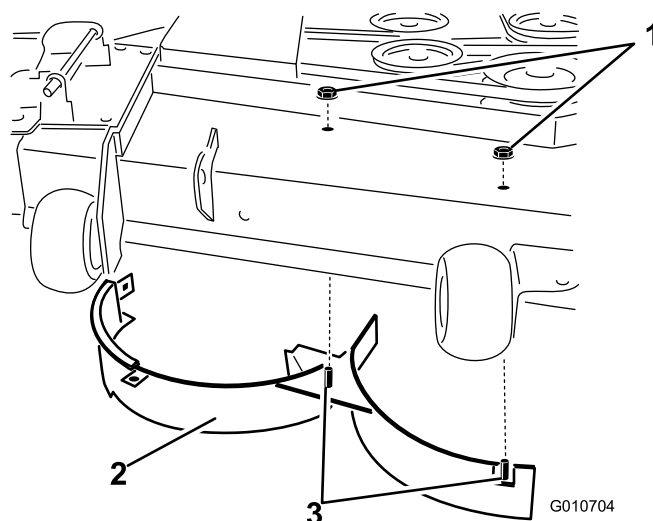

Figura 38
11. Remova as duas porcas de bloqueio (5/16 pol.) presas aos postes soldados do abafador direito na parte superior da plataforma do cortador nas posições central e direita (Figura 38).
12. Remova o parafuso de carroçaria e porca de bloqueio que prende o abafador direito à parte superior da plataforma do cortador. Retire o abafador direito da plataforma do cortador (Figura 38).